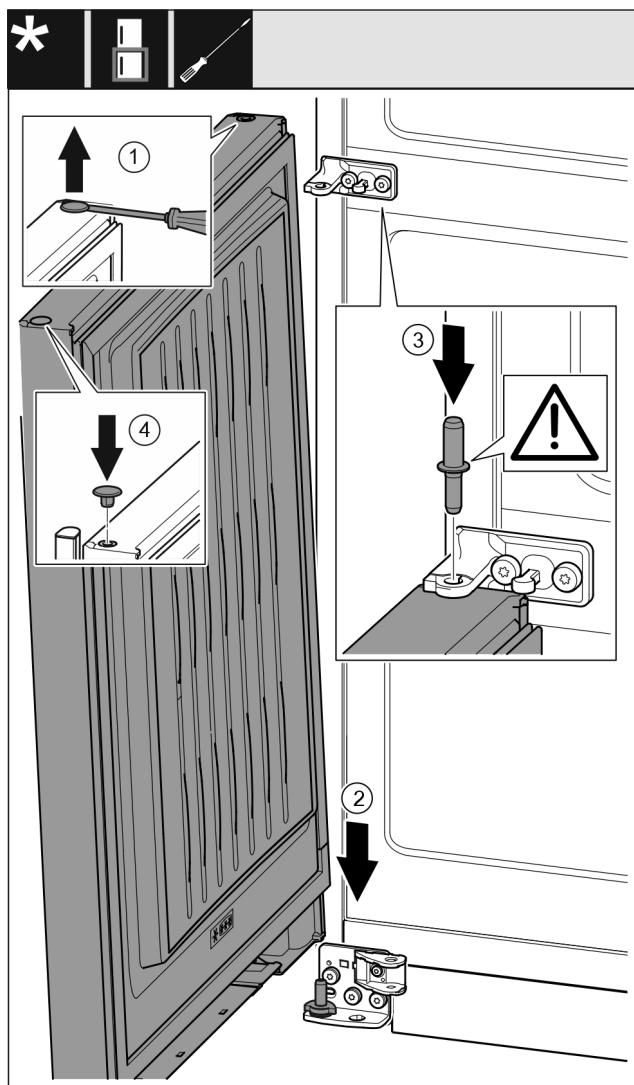

Fig. 37
- Soulever et retirer avec précaution les caches Fig. 37 (1) avec un tournevis plat.
- Placer la porte Fig. 37 (2) depuis le haut sur l'axe de palier inférieur.
- Insérer l'axe de palier central Fig. 37 (3) dans le support de palier central de la porte inférieure. Veiller à ce que l'ergot soit orienté vers l'arrière.
- Remplacer les caches Fig. 37 (4) de l'autre côté de la porte.